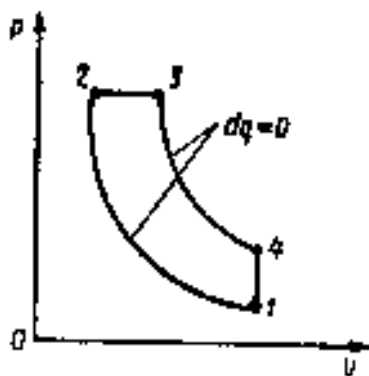

Рис. 2
2. Для цикла ДВС с подводом теплоты в процессе  $p = \text{const}$  (рис. 2) определить термический к.п.д.  $\eta_t$ , работу  $l_{\text{ц}}$  и подведенное количество теплоты  $q_{2-3}$ , если известно: рабочее тело - 1 кг сухого воздуха; параметры воздуха на входе в цилиндры  $p_1 = 0,1 \text{ МПа}$ ,  $t_1 = 0^\circ \text{C}$ ; давление в конце процесса подвода
*Решение.* На рис. 2 изображен термодинамический цикл двигателя внутреннего сгорания, работающего со сгоранием топлива при  $p = \text{const}$ .